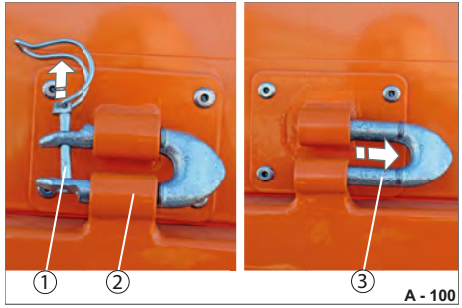

Abb. 105 Scharniere entsichern
- ▶ Schwenken Sie den Federbügel hoch und ziehen Sie den Steckbolzen (Abb. 105/1) heraus.
- ▶ Ziehen Sie den U-Bügel (Abb. 105/3) aus dem Scharnier-Lager (Abb. 105/2) heraus. Benutzen Sie ggf. ein Kunststoff-Hammer zum Herausschlagen des U-Bügels.